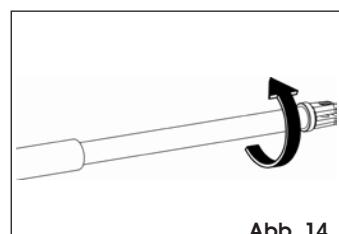

Abb. 14
6. Den Schaft des Antriebs um eine (halbe) Drehung im Uhrzeigersinn drehen (Abb. 14), sodass der Schaft wieder einfährt.